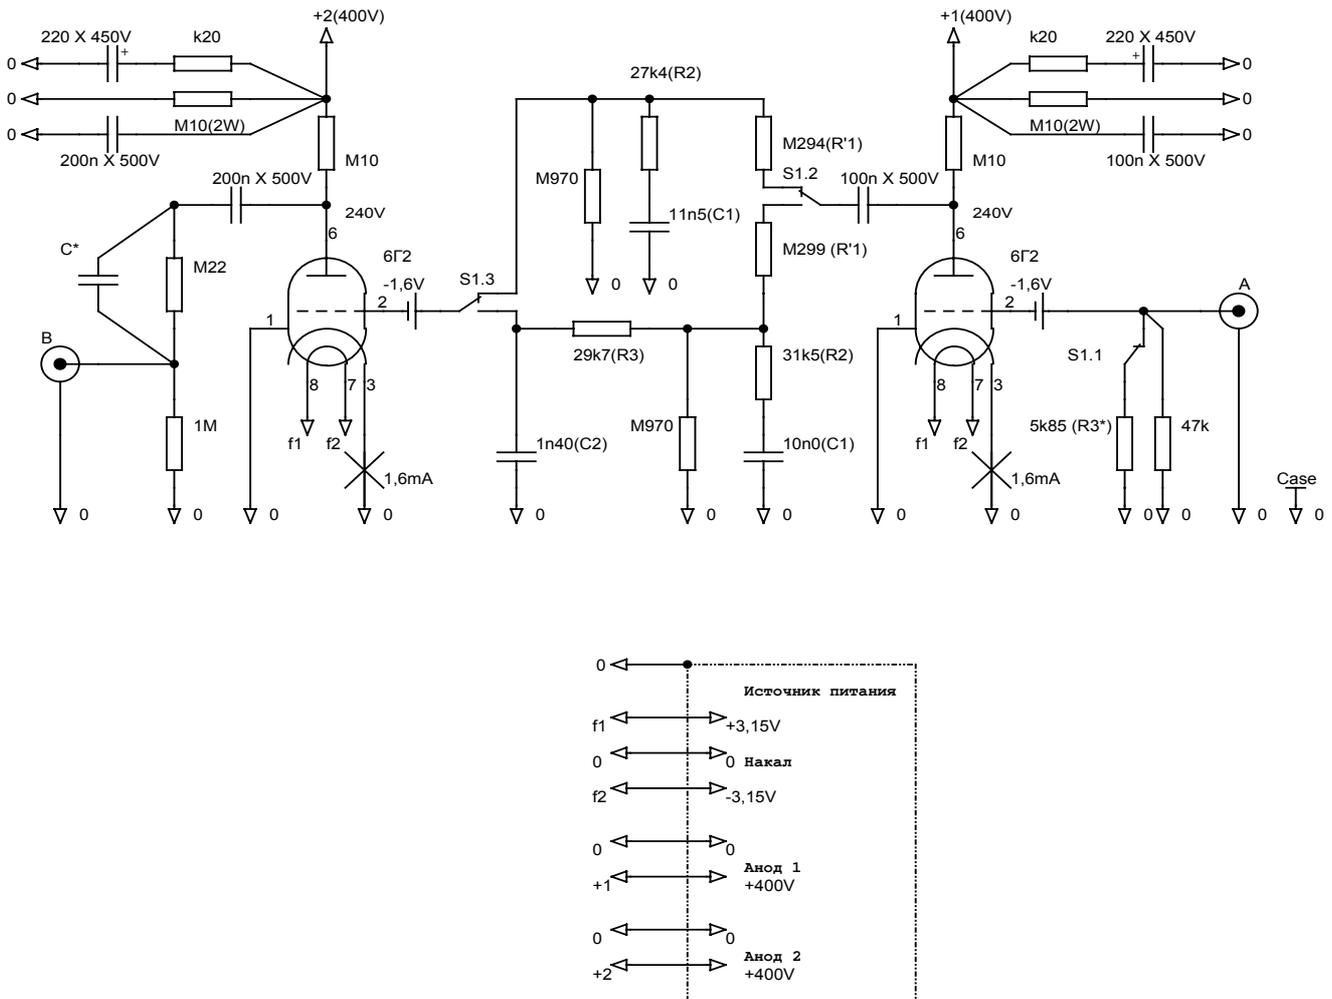

Рис.21
9. Рассчитываем $R*3$. По экспериментальным данным (методику см. ниже в п.2.3.2) вышло так, что необходимое нагрузочное сопротивление для звукоснимателя «Корвет-008», приводящее к этой самой коррекции «по τ_1 на входе», составляет $\approx 5,2\text{к}\Omega$ для правого канала (для левого – чуть-чуть меньше). Согласно схеме рис.21 оно ($5,2\text{к}\Omega$) должно получиться при параллельном соединении стандартных $47\text{к}\Omega$ с пока неизвестным $R*3$: $5,2 = 47 \cdot R*3 / (47 + R*3)$. Откуда $R*3 = 5,2 \cdot 47 / (47 - 5,2) \approx 5,86\text{к}\Omega$ и «в подстройке не нуждается».
Тут мы осмелимся вспомнить про шумы и нелинейность как о двух качествах одного явления – **помехи** сигналу. При «высокой» линейности уменьшается мультипликативная помеха звуковой картине. А при «низких» шумах – уменьшается аддитивная помеха. Оба качества помехи можно толковать как «замутнённость» (или «неясность») звуковой картины. А при «плавном» размене «линейность – шумы» гипотетически возможен какой-то оптимум по «ясности» этой звуковой картины. Такой «комплексный подход» известен давно и широко применяется для оценки реальной селективности профессиональных радиоприёмников. Но и «там» очень много белых пятен. И обычная ныне в Хай-Энде стратегия «без обратных связей и на лампах» тоже не нова для радиоприёма. Проблема «ограниченности повышения реальной (!) линейности и селективности тракта только противосвязью» (конец цитаты) встала во весь рост при появлении в элементной базе радиотехники доступных и несекретных СВЧ транзисторов к началу 70-х годов прошлого века. И в этом весь парадокс. Смотрите, что творится! «На входе» какого-нибудь «Плэсси» за 15 килобаксов стоит УВЧ на полевом транзисторе «вертикальной структуры». Он, УВЧ, - «однотактный, трансформаторный» и с ООС только по «постоянному току». При этом мощность на «нагрев воздуха» $\approx 7 \div 10W$ (1980г.). Может «они там сегодня» уже лампы на вход ставят? Мы вот ставим (см. рис.21 и 22).